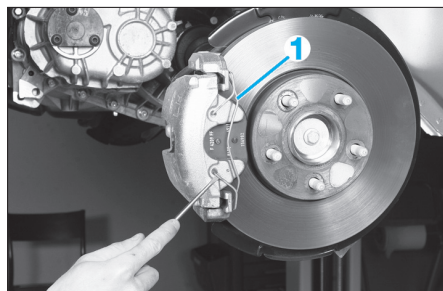

FIG. 2
- le ressort (1) de l'étrier (Fig.2)